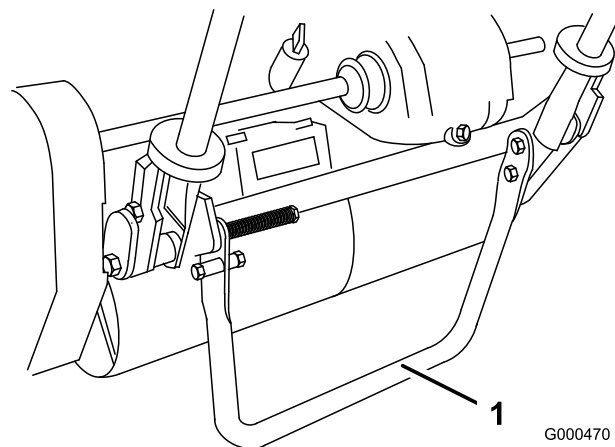

図 16
1. キック・スタンドを立てる（スタンドを足で下げながらハンドルを持ち上げる；図 16）。